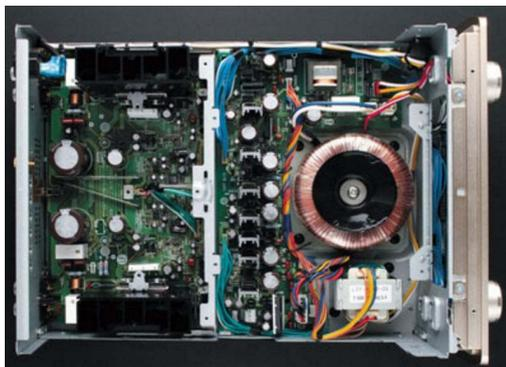

Рисунок 8. Ресивер стереосистемы R-K1.
- **Kenwood R-K1** (Рисунок 8) – ресивер стереосистемы, представленный в 2012 году, отличается весьма высоким качеством звучания – THD = 0.003% при $P_{\text{ВЫХ}} =$